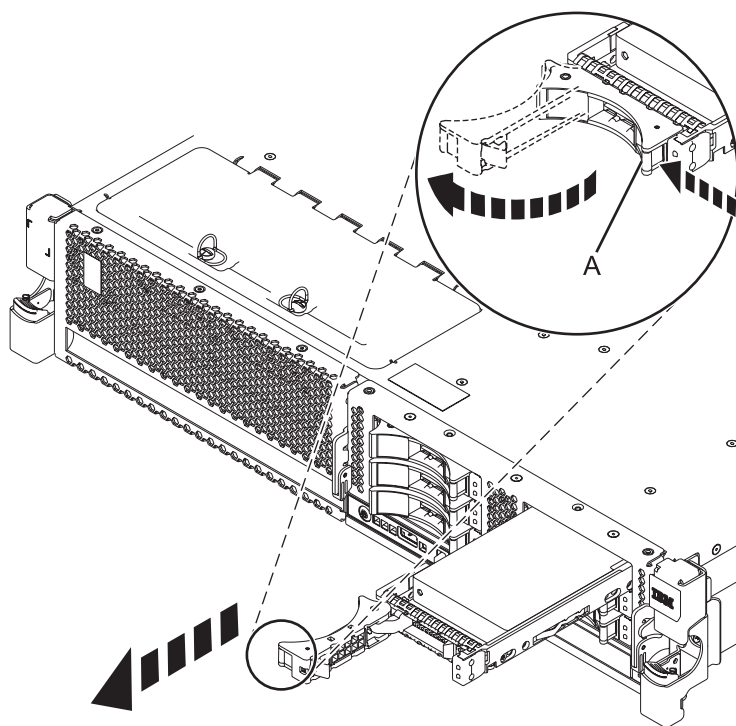

Figura 14. Extracción de una unidad de disco del sistema
- a. Cuando parpadee el LED de identificación, desbloquee el asa de la unidad ejerciendo presión y tirando de ella hacia usted, como se muestra en Figura 14 en la página 22.